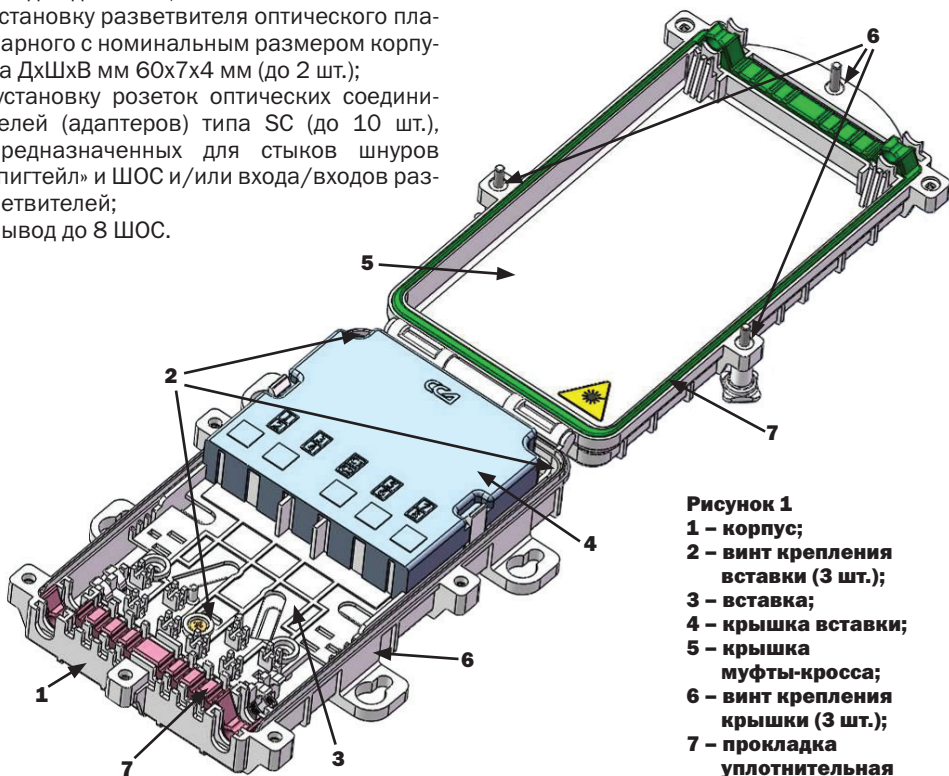

Рисунок 1
1.3 Монтаж ОК осуществляется на вставке (рисунок 1, позиция 7), вне муфты в удобном для работы месте (на столе). Извлек вставку из корпуса, открутив 3 крепежных винта (рисунок 1, позиция 2), снять со вставки крышку. Разместить вставку на ровной, горизонтальной поверхности.